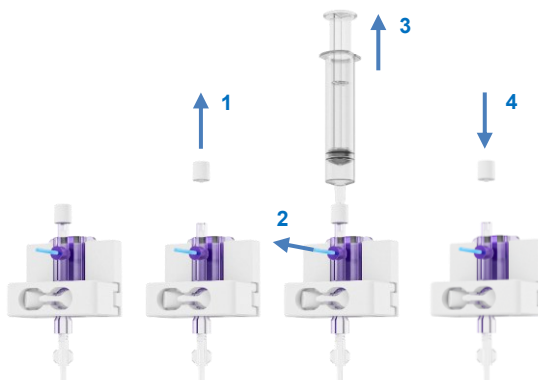

Figura 22 Remoção de ar do sensor de pressão
- Coloque a tampa branca no oxigenador, veja a Figura 22.
- Remova a tampa do sensor de pressão e coloque uma seringa estéril na porta (Figura 22; etapa 1).
- Para encher a linha de pressão e remover qualquer ar, puxe a trava azul (Figura 22; etapa 2) enquanto aspira com a seringa (etapa 3). Pare assim que o ar tiver sido removido.
- Recoloque a tampa no sensor de pressão (Figura 22; etapa 4)